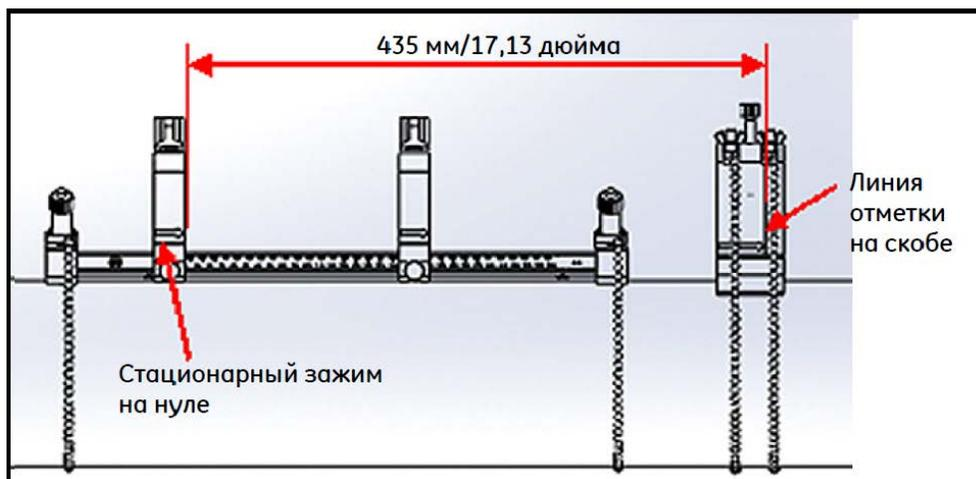

Рис. 39: Скоба размещается на расстоянии 435 мм/17,13 дюйма
6. Установите стационарный зажим в крепежном приспособлении на ноль на шкале. В качестве примера, если требуемое расстояние между измерительными преобразователями составляет 435 мм/17,13 дюйма, отмерьте требуемые 435 мм/17,13 дюйма от края стационарного зажима до отмеченной линии на скобе (см. Рис.39 ниже).